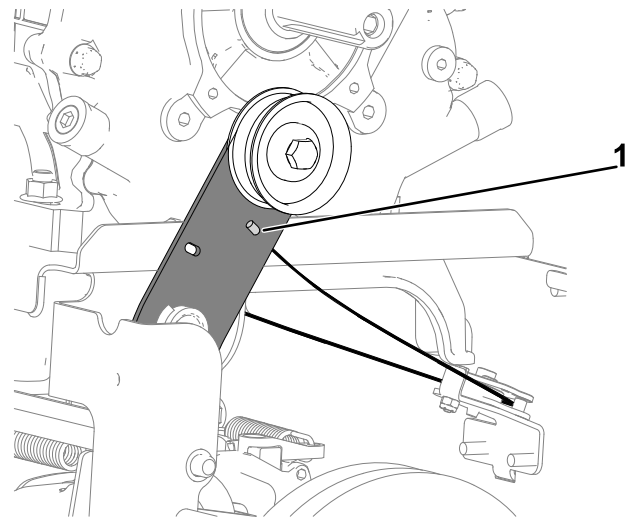

Bild 18
- Bringen Sie das Z-Profil des Antriebszugs am Traktionskupplungsarm an (**Bild 18**).